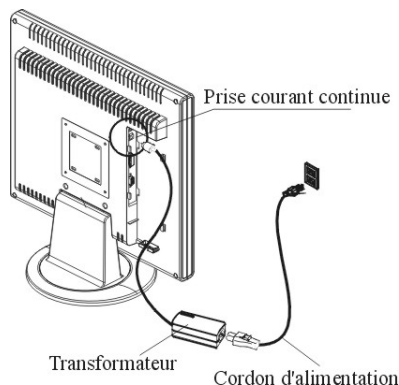

Figure 1-5
1. Reliez le câble d'alimentation au transformateur. (cf. Figure 1-5)